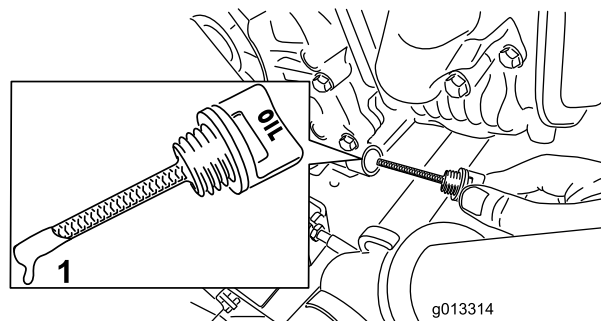

Figura 7
3. Limpie alrededor de la varilla (Figura 7) para impedir que caiga suciedad por el orificio de llenado y cause daños en el motor.
4. Desenrosque la varilla de aceite y limpie el extremo (Figura 7).
5. Enrosque la varilla de aceite a fondo en el tubo de llenado (Figura 7).